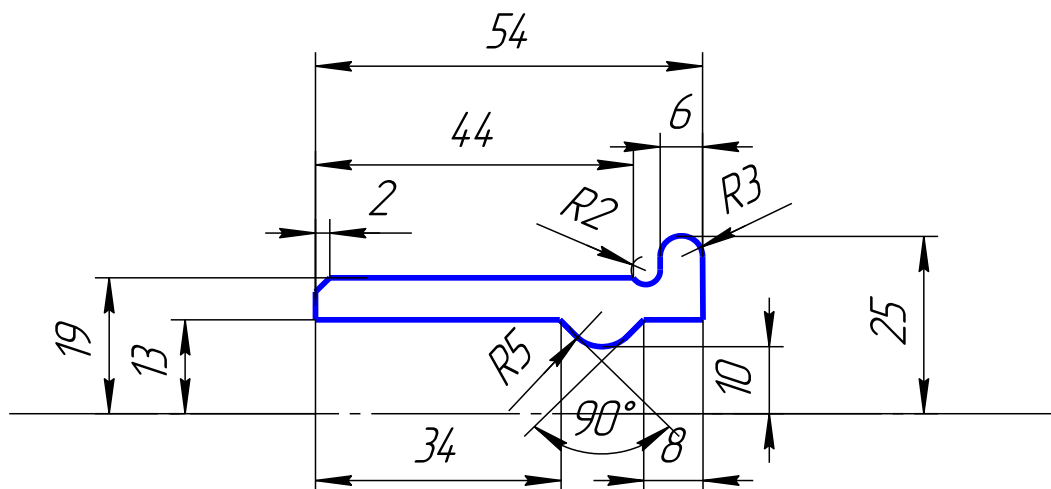

Рис. 4
5. Для получения точной геометрии контура проставьте размеры (рис. 4). При простановке размеров возможна корректировка эскиза.